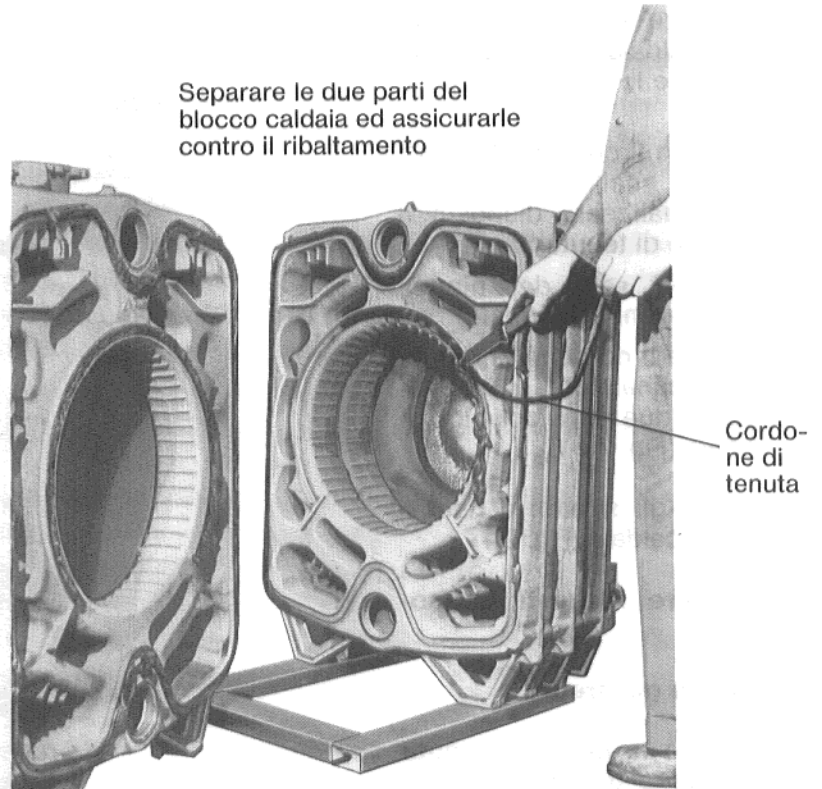

Fig. 6
5. Separare ora completamente le due parti del blocco caldaia, assicurarne la stabilità contro il ribaltamento, quindi togliere i nippel dai mozzi, martellando sui bordi (Fig. 6).
6. Eliminare i residui di cordone ancora presenti (Fig. 6).